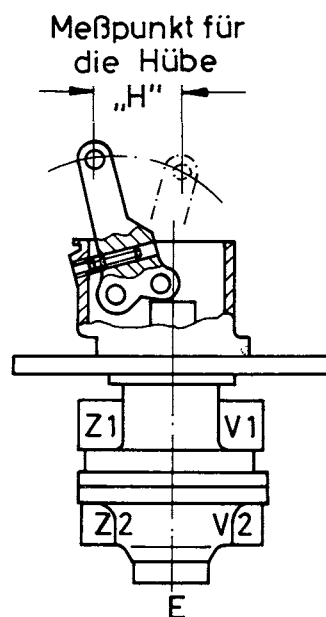

Abb. 4
- a) Bremsventil durch Hineindrehen der Kreuzgriffschraube langsam betätigen, bis Manometer 3 den ersten Druck von max.  $0,2 \text{ kp/cm}^2$  anzeigt. Der durchfahrene Hub "H1" des Betätigungshebels (siehe Meßpunkt, Abb. 4), vom Anschlag der Stellschraube (31) bis zum Einsprung von max.  $0,2 \text{ kp/cm}^2$  darf den in der Tabelle angegebenen Wert nicht über- oder unterschreiten.